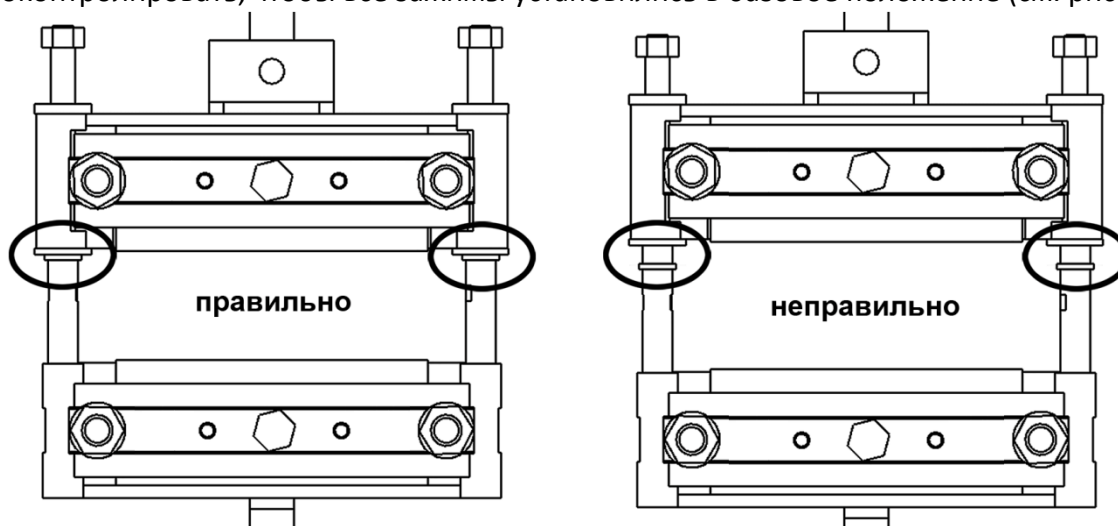

Рисунок 3 – Установка зажимов
- 9.6.5 Проконтролировать, чтобы все зажимы установились в базовое положение (см. рисунок 3).